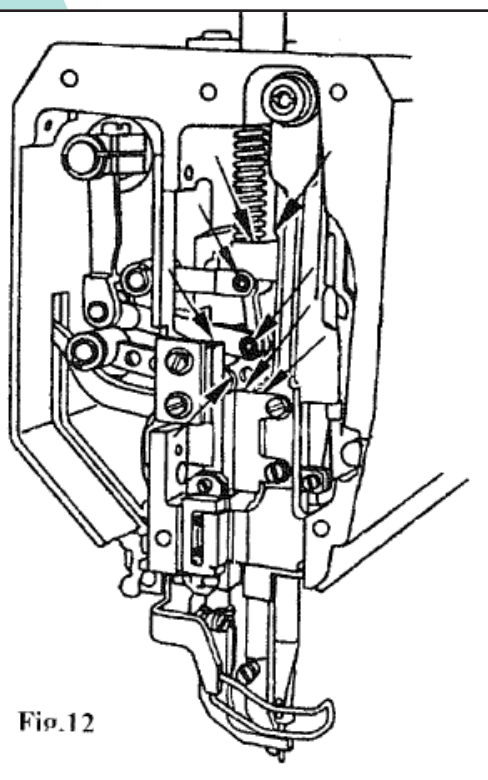

Fig. 12
d) Lubrificação do Cabeçote (Fig. 12)